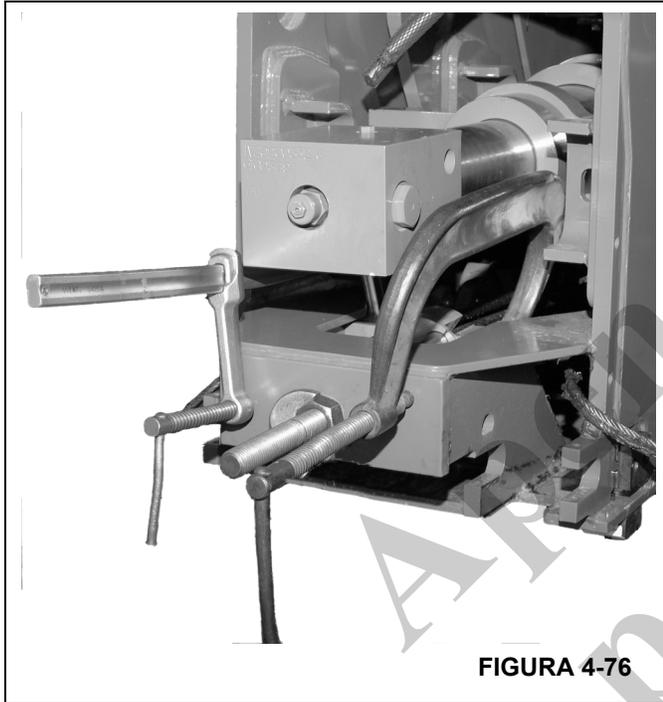

FIGURA 4-76
27. Prenda cuidadosamente o conjunto de fixação no conjunto soldado de fixação da seção intermediária interna. (Figura 4-76)